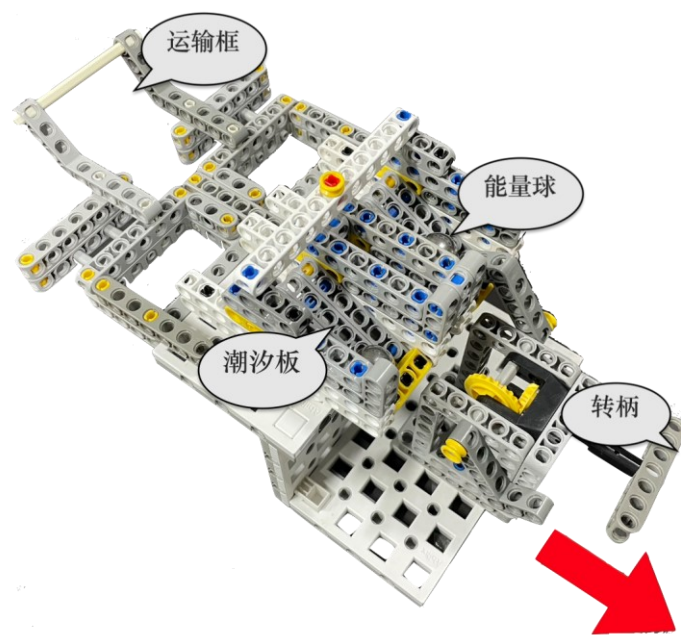

图 1-4-1：任务初始状态
1.4.1 潮汐能的初始位置为可变位置 A、B、C、D、E，红色箭头为正面朝向，方向是固定的，位置是可变的，如图 1-4-1 所示；
1.4.2 模型潮汐板上装载有 2 个能量球，转柄处于水平状态，机器人通过转动转柄，使潮汐开始运动并使能量球掉落到二层运输框内为完成状态一。得 10 分/个，如图 1-4-1 所示。